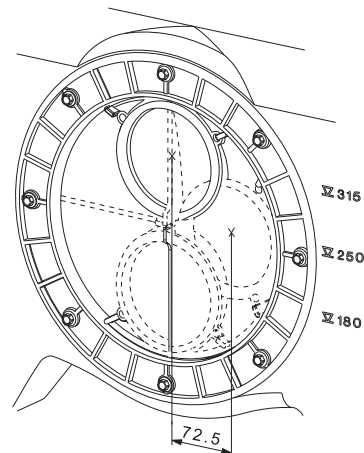
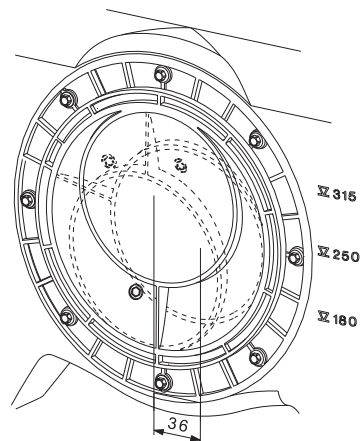

Рис. 10 Диск входного патрубка диаметром DN 100 регулируется от 180 – 315 мм над уровнем фундамента до середины входной трубы
Рис. 11 Поставляемый по запросу диск входного патрубка диаметром DN 150 регулируется от 207–279 мм над уровнем фундамента до середины входной трубы
- Подготовьте входной патрубок с регулируемой высотой на задней поверхности насосной установки Multilift M. Диаметр DN 100 диска входного патрубка позволяет устанавливать его высоту от 180 до 315 мм выше уровня фундамента. Наиболее распространенные значения высоты указаны рядом с входным отверстием: 180, 250 и 315 мм. См. рис. 10. Диск входного патрубка диаметром DN 150 поставляется в составе принадлежностей. См. рис. 11. Болты вокруг внешнего кольца диска входного патрубка закручены не полностью, что позволяет диску вращаться. Это позволит установить всасывающий патрубок на нужной высоте. После установки требуемой высоты затяните все болты. Все болты должны быть максимально затянуты (9 Нм).
Перед подключением насосной установки Multilift M обратите внимание на то, что при повороте диска входного патрубка для соответствия высоте всасывающего трубопровода, насосная установка и напорный патрубок также сдвинутся вбок (макс. 72,5 мм). См. рис. 11.